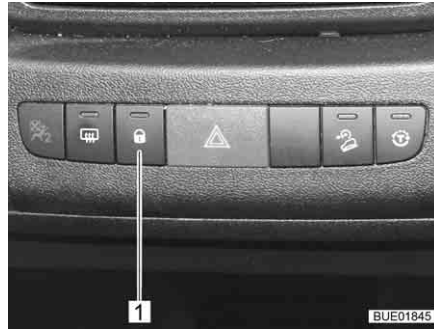

Bild 59 Schalteschleife Zentralverriegelung (Elegance)
- Entriegeln:** ■ Taste (Bild 59,1) drücken. Die Türschlösser sind entriegelt.
- Verriegeln:** ■ Taste (Bild 59,1) drücken. Die Türschlösser sind verriegelt. Die Kontrollleuchte in der Taste leuchtet.